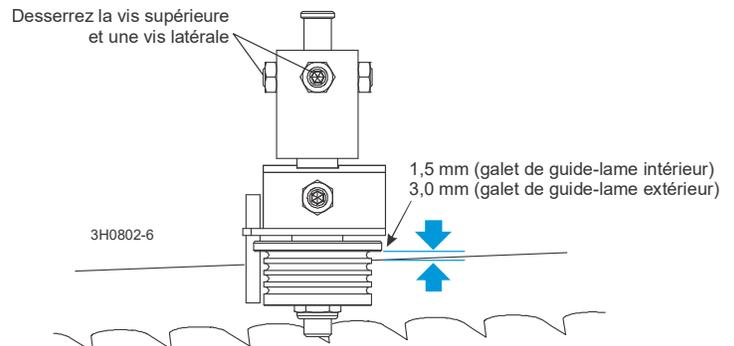

FIG. 7-8
2. Desserrez la vis supérieure et une vis latérale comme illustré. **Voir FIG. 7-8.**